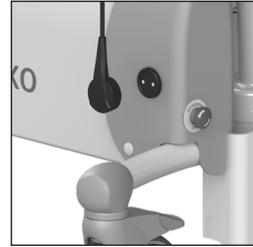

Abbildung 21 Ladestation.
- Die Aufladestelle befindet sich an der Vorderseite des Stuhls, an der Unterseite der blauen Kappe (Siehe Abbildung 21).
- Schließen Sie den Lader an den Elexo Stuhl an (Siehe Abbildung 21).